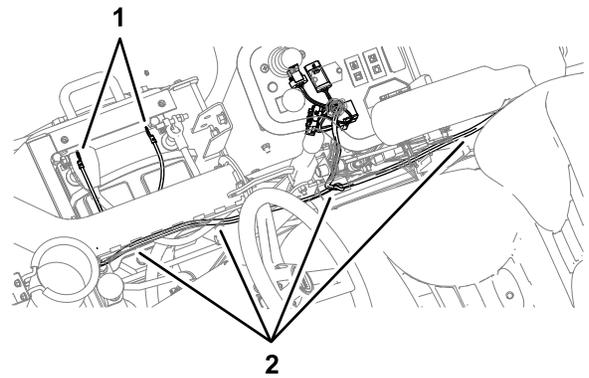

Figura 11
3. Encaminhe a cablagem ao longo da parte inferior da consola de controlo e para trás da barra de segurança (Figura 11).